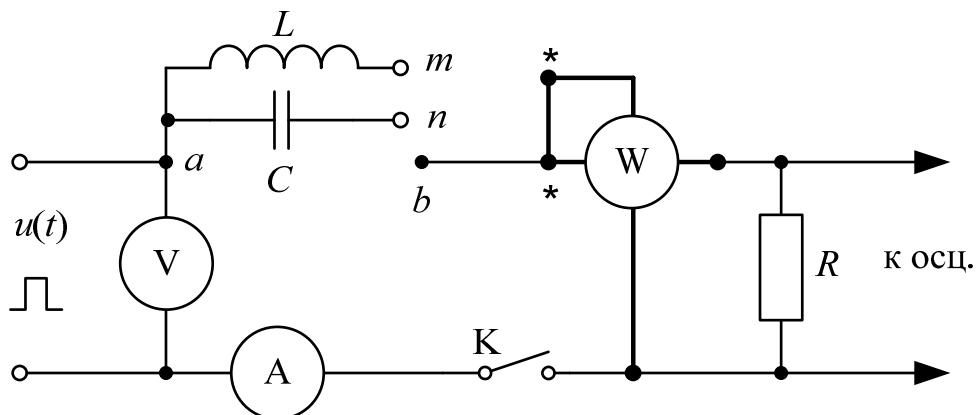

Рис. 11.2.
Электрическая цепь, схема которой показана на рис. 11.2, питается от источника несинусоидального периодического напряжения, генерирующего однополярные прямоугольные импульсы с амплитудой  $U_m = 6$  В и с частотой  $f = 1$  кГц. Вольтметр постоянного напряжения с пределом 20 В измеряет постоянную составляющую  $U_0 = 0,5U_m = 3$  В, которая поддерживается неизменной во всех опытах. Несинусоидальное напряжение подается на нагрузку  $R = 1$  кОм, последовательно с которой могут быть включены катушка с индуктивностью  $L$  или конденсатор с емкостью  $C$ .
8. Почему при увеличении активного сопротивления  $R$  (рис. 11.2) в цепи с емкостью форма кривой тока становится менее искаженной по сравнению с кривой входного напряжения?
3. Собрать электрическую цепь по схеме, показанной на рис. 11.2.